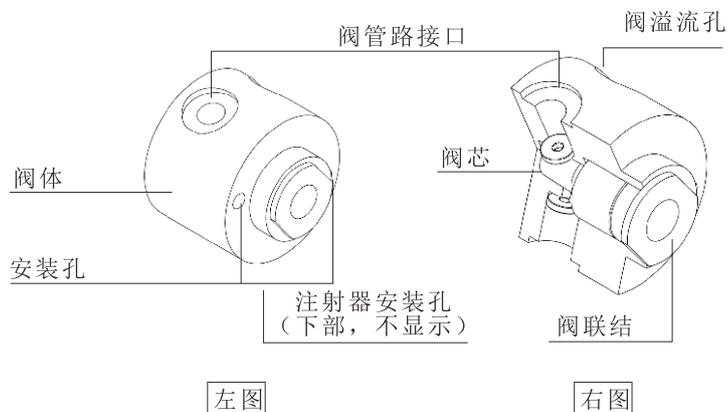

图2-7. 阀安装
2. 调整泵上半圆出轴，将其插入旋转阀的连接槽中如图2-7右图位置。